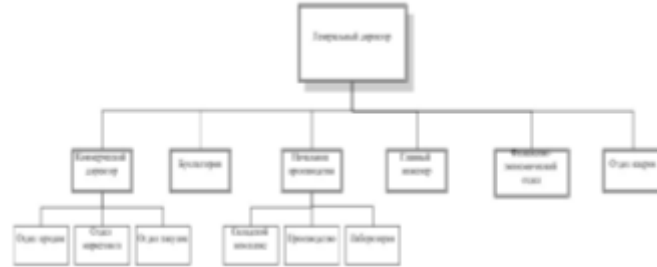

Рис.1. Схема оргструктуры «ЧЧЧ»
1. Изучите организационную структуру предприятия «ЧЧЧ»(рис.1).